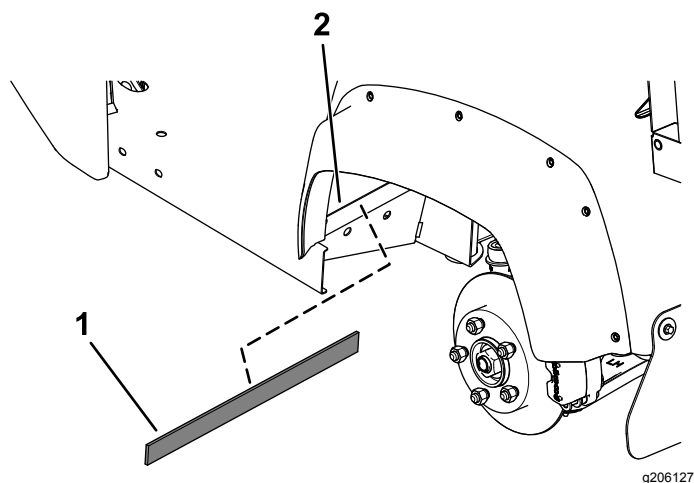

図 4
6. フロアプレートとシートベースとの間に、ゴム製シール 2 枚を取り付ける接着剤のついている面を 図 4 のようにフロアプレートに貼りつける。